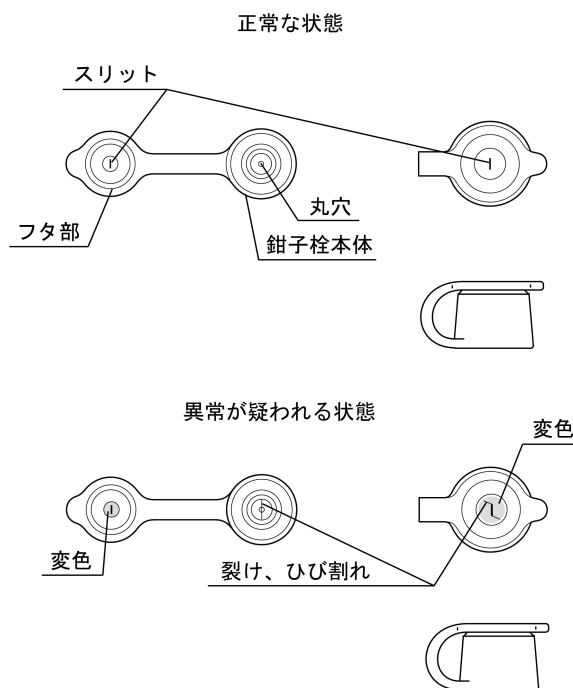

図2
- 8.鉗子栓のフタ部のスリットまたは鉗子栓本体の丸穴に裂け、ひび割れ、変形、変色などの異常がないことを目視で確認すること（図2参照）。